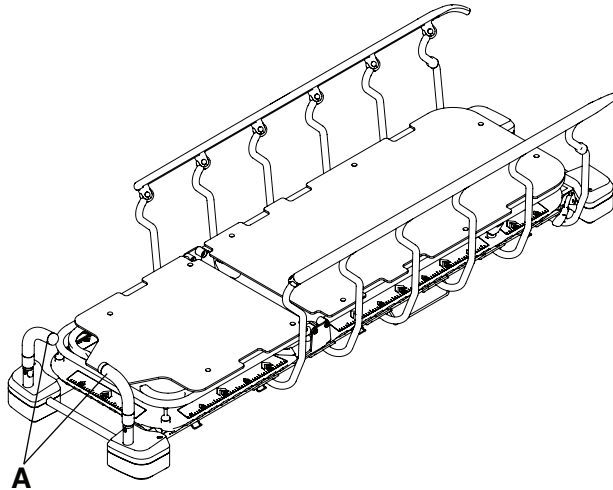

**Figura 7 – Posicionamento das pegas de empurrar da extremidade do lado da cabeça**
2. Gire as pegas para empurrar da extremidade do lado da cabeça (A) até à posição de utilização (Figura 7).